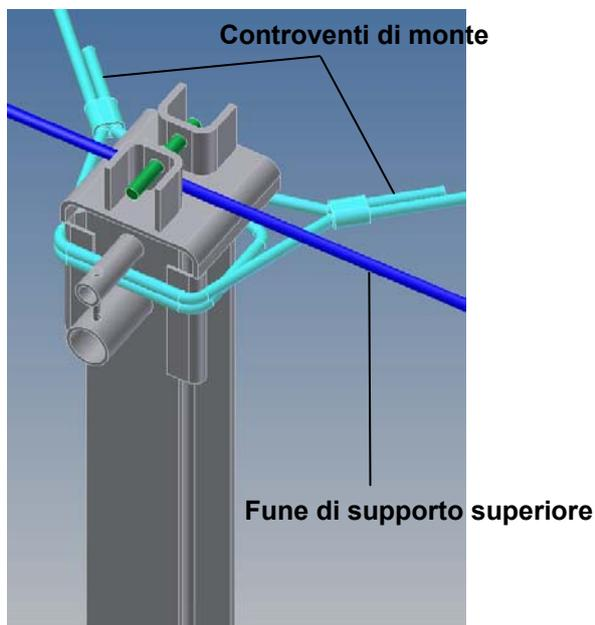
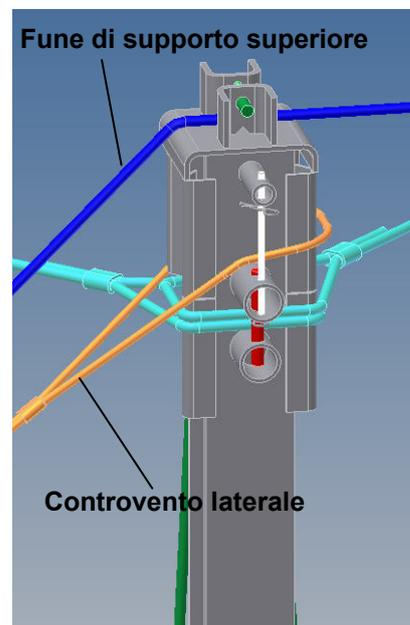

Figura 25 Sommità del montante intermedio
Figura 26 Sommità del montante estremo
- Far passare la fune di supporto superiore sulla testa del montante (vedere figura 25 e figura 26) e fissare con spina di fissaggio e coppiglie lunghe 40 mm.